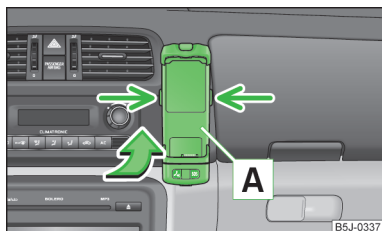

Abb. 85
- » Zuerst den Adapter **A** in Pfeilrichtung » Abb. 85 bis zum Anschlag in die Halterung schieben. Den Adapter dann leicht nach unten drücken, bis dieser sicher einrastet.
- » Gleichzeitig die seitlichen Verriegelungen der Halterung » Abb. 85 drücken und den Adapter mit dem Telefon herausnehmen.